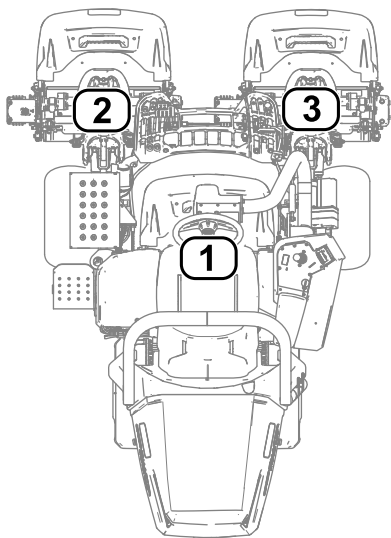

図 28
- 1 は中央カッピングユニット 図 28
- 2 は左前カッピングユニット 図 28
- 3 は右前カッピングユニット 図 28